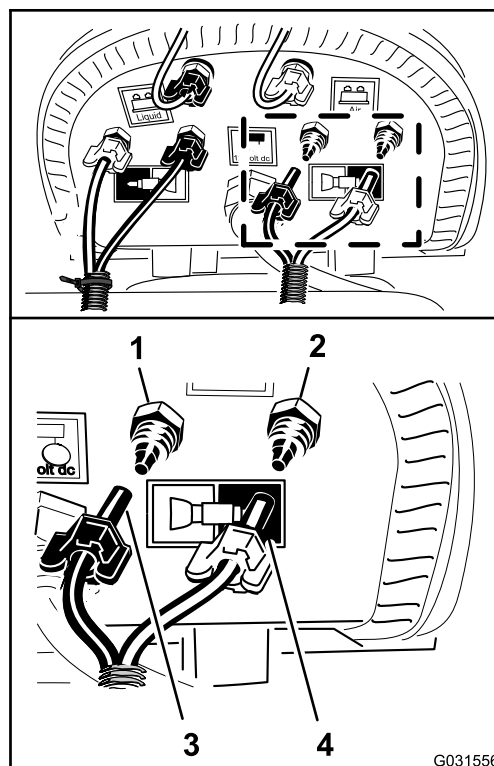

Figura 143
5. Collegate il tubo non marcato (senza fascetta per cavi) allineando il tubo blu per la sezione di irrorazione di sinistra sul raccordo di compressione per il circuito dell'acqua della sezione di irrorazione di sinistra (Figura 143).
6. Montate il dado di compressione del tubo sul raccordo e serrate il dado manualmente (Figura 143).
7. Allineamento del tubo trasparente per la sezione di irrorazione di sinistra sul raccordo di compressione per il circuito dell'aria della sezione di irrorazione di sinistra (Figura 143).
8. Montate il dado di compressione del tubo sul raccordo e serrate il dado manualmente (Figura 143).